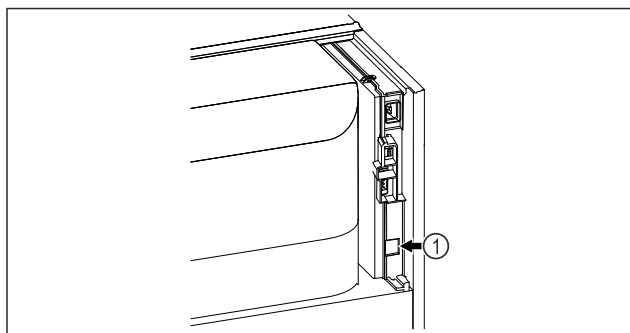

Fig. 62
- ☐ SmartModule Fig. 62 (1) ist eingesetzt.